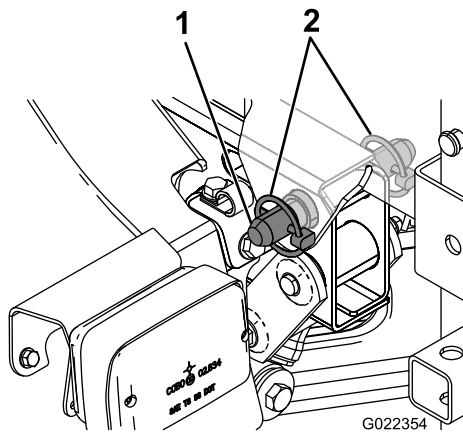

Figura 13
- 6. Allineate i fori nelle barre di articolazione della parte posteriore del gruppo del telaio di supporto del serbatoio con i fori nel tubo di articolazione del pianale nella parte terminale del telaio del veicolo (Figura 13).
- 7. Installate un perno con testa rastremata e 2 acciarini sulla barra di articolazione per fissare il gruppo serbatoio al telaio (Figura 13).